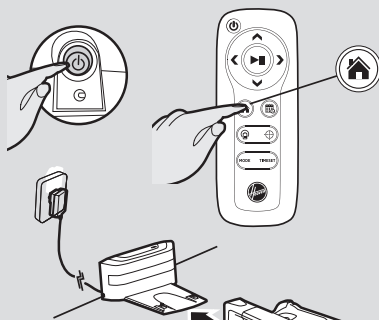

Fig. 4
Ligar o robô de aspiração com o botão ligar/desligar na parte inferior (I). [Fig. 4] Colocar em frente da estação de carregamento.